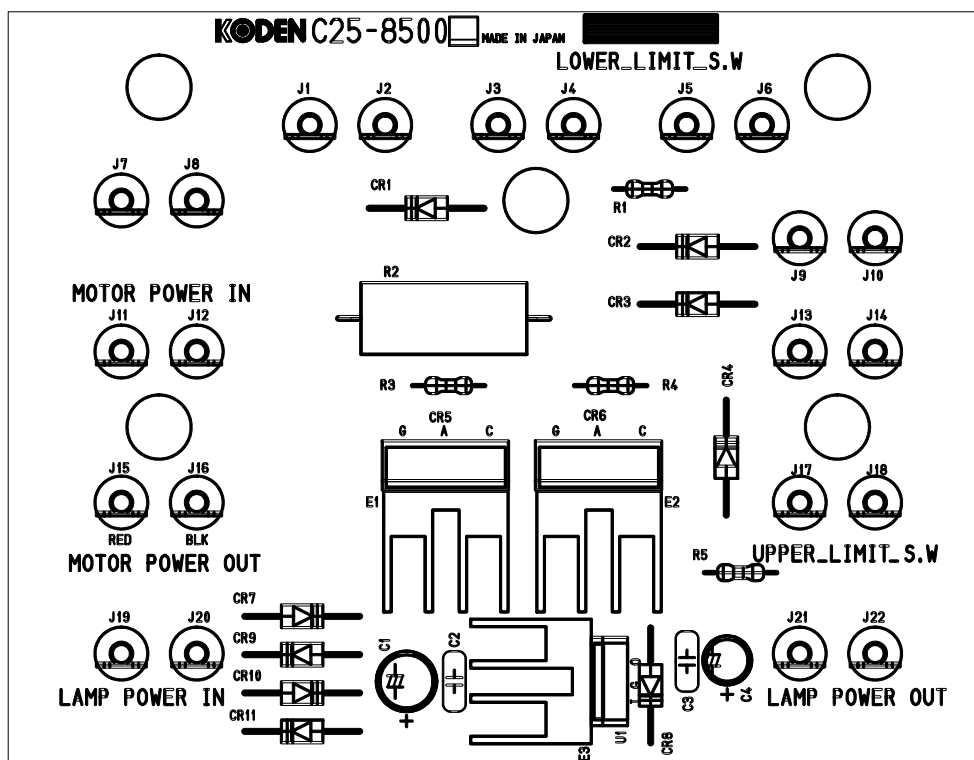

図 6.4 C25-8500 説明図
3. ⑮番内の C25-8500 に接続されている端子 16 か所を外します。図 6.4 に、C25-8500 を示します。